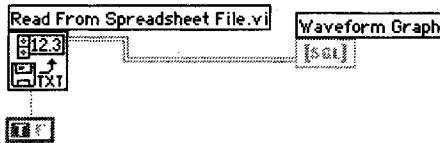

Рис. 9.32
2. Постройте маленькую блок-диаграмму, как показано на рис. 9.32. Примените функцию **Считать из файла табличного формата** для ввода данных в прибор и отображения их на графике.